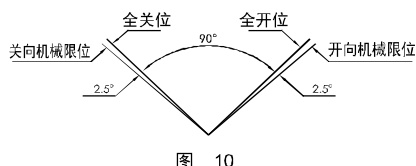

图 10
- 如无特殊要求，出厂调试时执行机构全关位和全开位之间行程角度为90°。用户配阀后，如果阀门的全关位、全开位和执行机构的全关位、全开位不一致，需进行重新调整，调整时机械限位必须符合图10的要求。
- 所有调节型 (E) 型的开度电位器均已考虑在配阀调试时全开全关位可能变动导致电位器工作区偏移的情况，因此一般禁止用户调整电位器及齿轮。